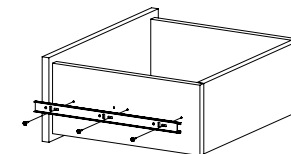

Рис.11
10. Закрепите внутренние планки направляющих на деталях 10 и 11 шурупами 3,5х16 (Рис. 11).